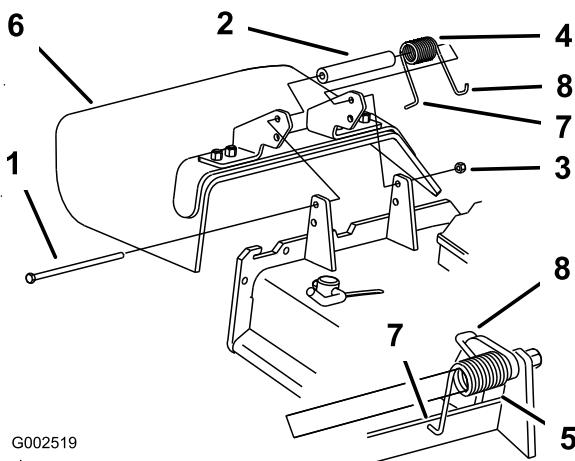

Figure 72
1. Retirez le contre-écrou, le boulon, le ressort et l'entretoise qui fixent le déflecteur aux supports de pivot (Figure 72).
**Remarque:** Prenez soin de placer l'extrémité en **L** du ressort derrière le bord du plateau avant de mettre le boulon en place, comme indiqué à la Figure 72.
5. Accrochez l'extrémité en **J** du ressort au déflecteur d'herbe (Figure 72).